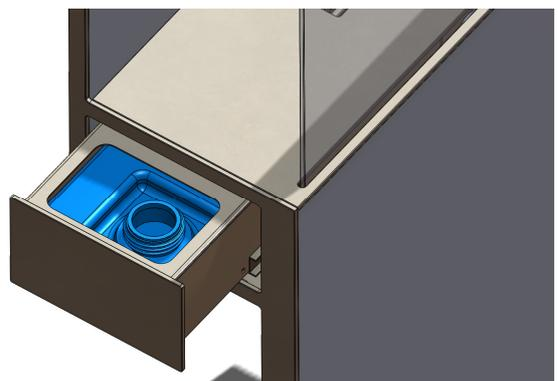

Abbildung 5: Brennstofftank
8. Nun muss der Tank (siehe Abbildung 5) mit Bioethanol gefüllt werden. Öffnen Sie das Schubfach nach links, indem Sie es von der rechten Seite nach links schieben. Entfernen Sie den Schraubverschluss und platzieren Sie den mitgelieferten Einfülltrichter auf der Öffnung. Füllen Sie das Bioethanol hinein bis Sie einen Piepton hören. Der Tank ist nun zu 90% gefüllt.